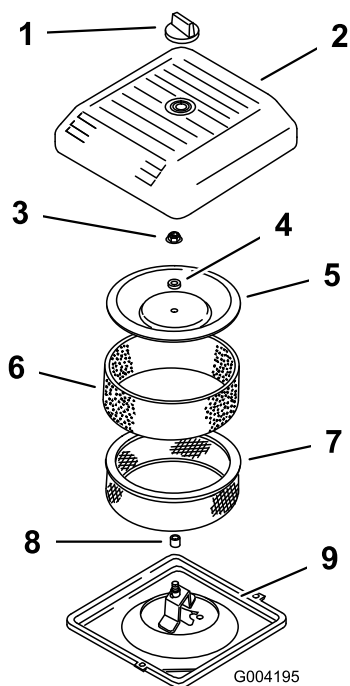

Figura 17
3. Desenrosque el pomo y retire la cubierta del limpiador de aire (Figura 17).
- Deslice cuidadosamente el prefiltro de gomaespuma para separarlo del elemento de papel (Figura 17).
- Desenrosque la tuerca de la tapa y retire la tapa, el espaciador y el filtro de papel (Figura 17).
- Coloque el conjunto del limpiador de aire sobre su base (Figura 17).
- Instale la tapa y el espaciador y fíjelos con la tuerca de la tapa (Figura 17). Apriete la tuerca a 11 Nm (95 pulgadas-libra).
- Instale la cubierta del limpiador de aire y fíjela con el pomo (Figura 17).